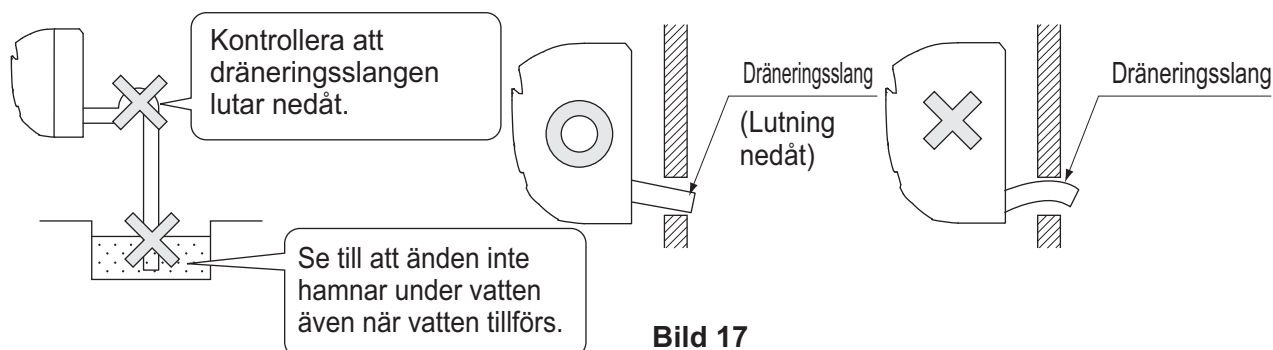

Bild 17
(1) Montera dräneringsrören. (Se bild 17)
- Var uppmärksam på punkterna i bild 17 när du utför dräneringsarbete.